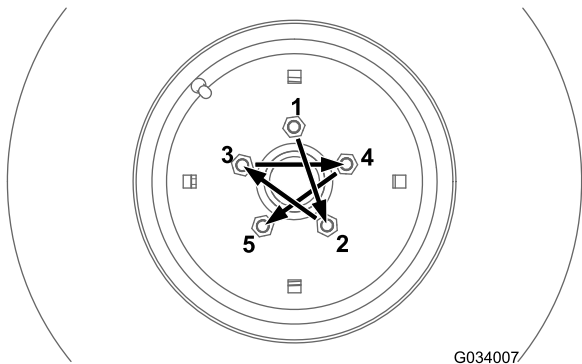
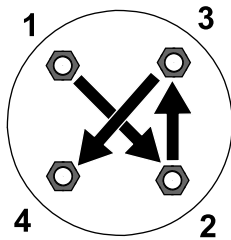

Figura 64
Figura 65
Serrate i dadi delle ruote anteriori e posteriori (solo macchine con trazione integrale) secondo lo schema illustrato nella Figura 64 e nella Figura 65 alla coppia specificata.
- Ruote anteriori: fate riferimento a Figura 64
- Ruote posteriori (solo macchine con trazione integrale): fate riferimento alla Figura 65